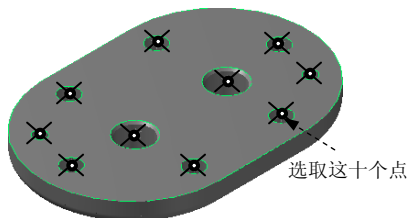

图 16.7 选取钻孔的点
Step1. 选择下拉菜单 **工具路径** **→ D 钻孔** 命令, 系统弹出“选取钻孔的点”对话框, 选取图 16.7 所示的十个圆的中心点为钻孔点。
Step3. 确定刀具类型。在“2D 刀具路径-钻孔/全圆铣削 深孔钻-无啄孔”对话框中, 单击 **刀具** 节点, 切换到“刀具参数”界面; 单击 **过虑 (F)...** 按钮, 系统弹出“刀具过虑列表设置”对话框。单击 **刀具类型** 区域中的 **全关** 按钮后, 在刀具类型按钮群中单击 **中心钻** 按钮。单击 **确定** 按钮, 关闭“刀具过虑列表设置”对话框, 系统返回至“2D 刀具路径-钻